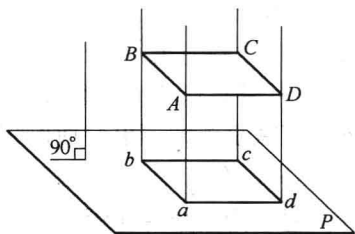

图 1-1 正投影
2) 绘制机械图样时采用正投影法 (投射射线垂直投影面), 所得到的投影即正投影, 如图 1-1 所示。